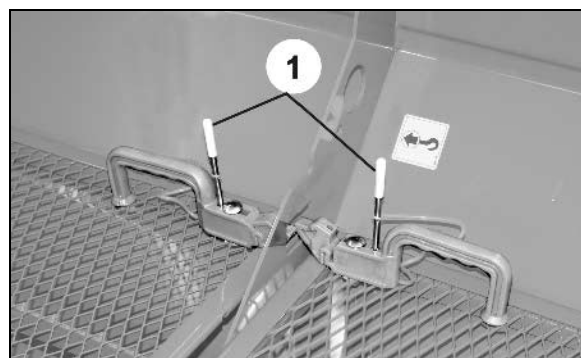

Fig. 22
- (Fig. 22/1) Låst läge (normalläge)